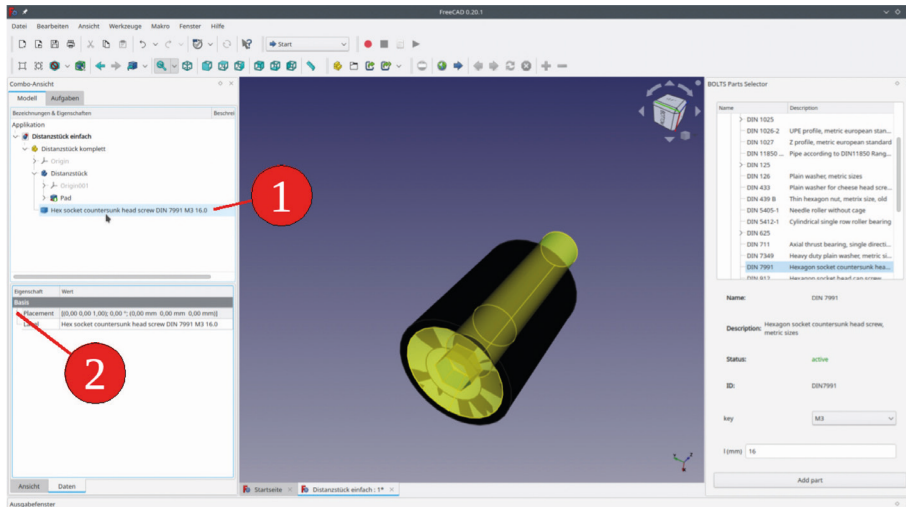

Bild 4-12
- Danach erscheint die Schraube in der Baumannsicht als in "Distanzstück komplett" eingebetteter Körper (Bild 4-12). In der Eigenschaftsliste lediglich Parameter für das Placement angezeigt.